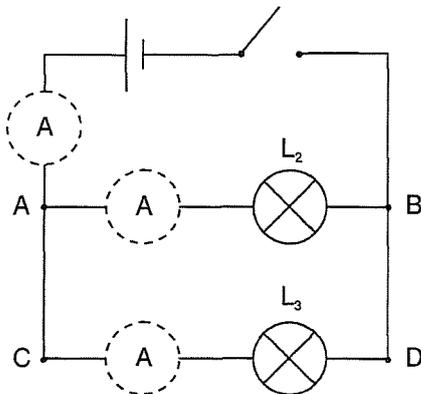

Figure 12.1
4.1. Réaliser le montage de la figure 12.1 **sans ampèremètre**. Fermer l'interrupteur. Estimer l'éclat des ampoules. Noter les observations. Connecter le voltmètre (calibre 5 V)* successivement aux bornes de chacune des deux ampoules. **Attention au sens de connexion du voltmètre!** Lire les tensions U_1 et U_2 régnant aux bornes de chacune des deux ampoules. Les noter. Ouvrir l'interrupteur.
4.2. Déconnecter le voltmètre et placer l'ampèremètre (calibre 1 A)** entre la borne positive de la pile et le point A comme indiqué en pointillé sur la figure 12.1. **Attention au sens de connexion!** Fermer l'interrupteur. Lire l'intensité I du courant. La noter. Ouvrir l'interrupteur.
4.3. Déconnecter l'ampèremètre et le reconnecter maintenant entre le point A et l'ampoule L_2 (calibre 1 A)** comme indiqué en pointillé sur la figure 12.1. Fermer l'interrupteur. Lire l'intensité I_2 du courant. La noter. Ouvrir l'interrupteur.
4.4. Reprendre le point 4.3 en plaçant l'ampèremètre entre le point C et l'ampoule L_3 (calibre 1 A)** comme indiqué en pointillé sur la figure 12.1. Lire l'intensité I_3 du courant. La noter. Ouvrir l'interrupteur.